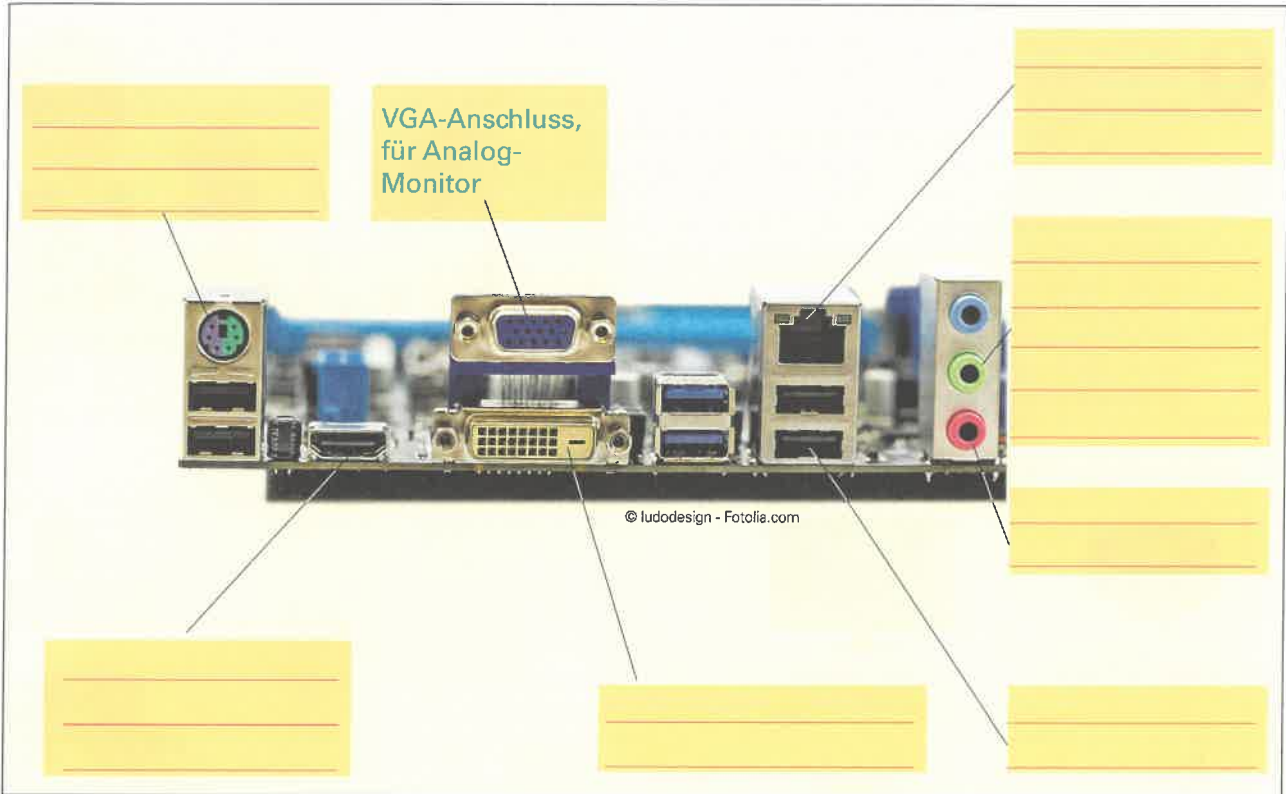

Bild 1: Schnittstellen-Anschlüsse
3. Bezeichnen Sie in **Bild 1** die Schnittstellen-Anschlüsse und geben Sie jeweils ein Beispiel für eine Anschlussmöglichkeit an.